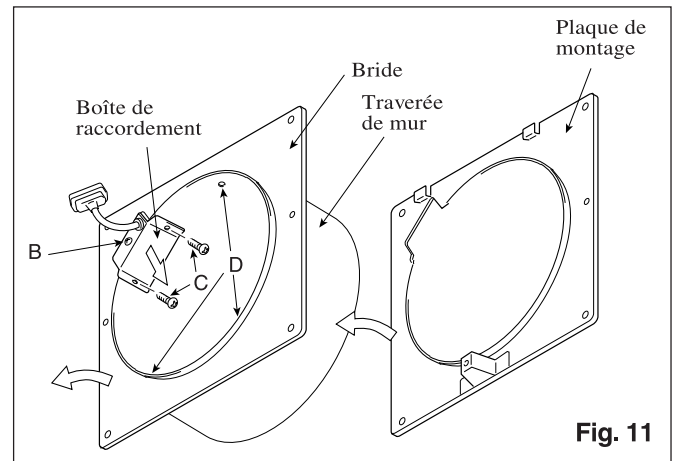
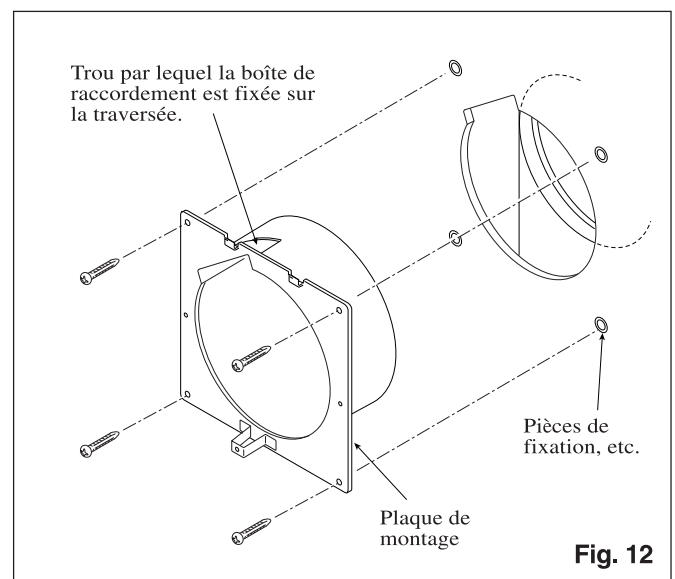

Fig. 11
Fig. 12
3. Déposer la boîte de raccordement de la traversée en enlevant ses deux vis (C) (voir Fig. 11)
4. Déposer le couvercle de la boîte de raccordement en enlevant la vis (B).
5. Enlever les vis (D) et remplacer la bride de traversée de mur par une bride de montage. (La face de la plaque de montage doit être alignée à l'extrémité de la traversée qui vient de l'intérieur.)
6. Fixer la traversée sur la cloison avec les vis fournies (Vis I) (voir Fig. 12).